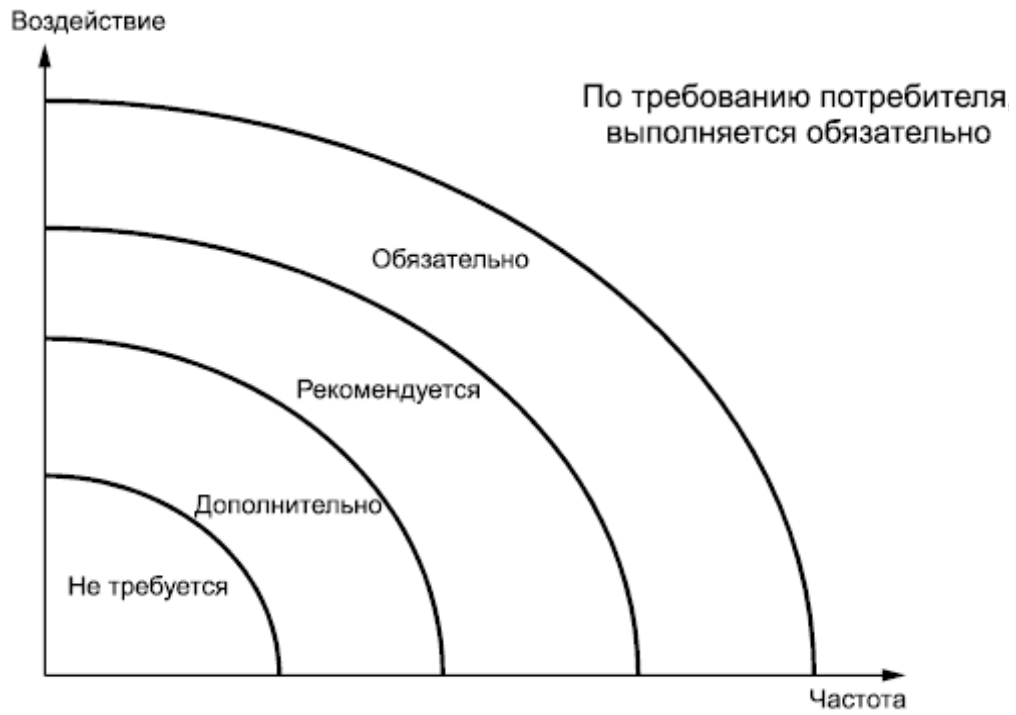

Рисунок 1 - Применение структурированного анализа корневых причин и процесса решения проблем в зависимости от воздействия и частоты возникновения проблемы
5.3.2 В целом при принятии решения об инициировании официального анализа корневых причин всегда нужно учитывать воздействие проблемы и частоту ее возникновения (см. рисунок 1).